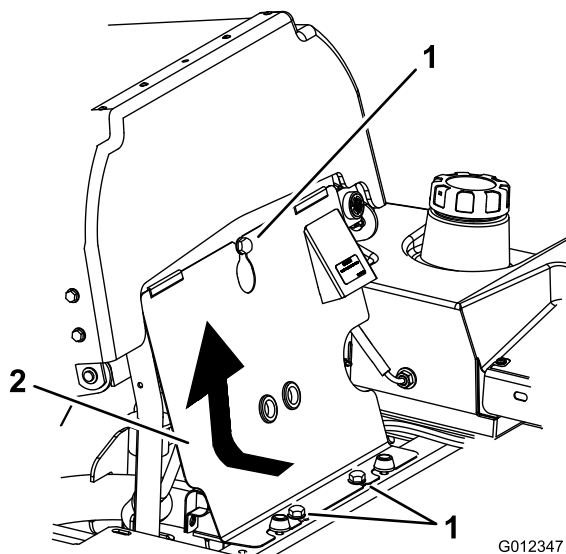

Figura 72
3. Incline el asiento hacia adelante, afloje los pernos y retire el panel delantero del motor (Figura 72).